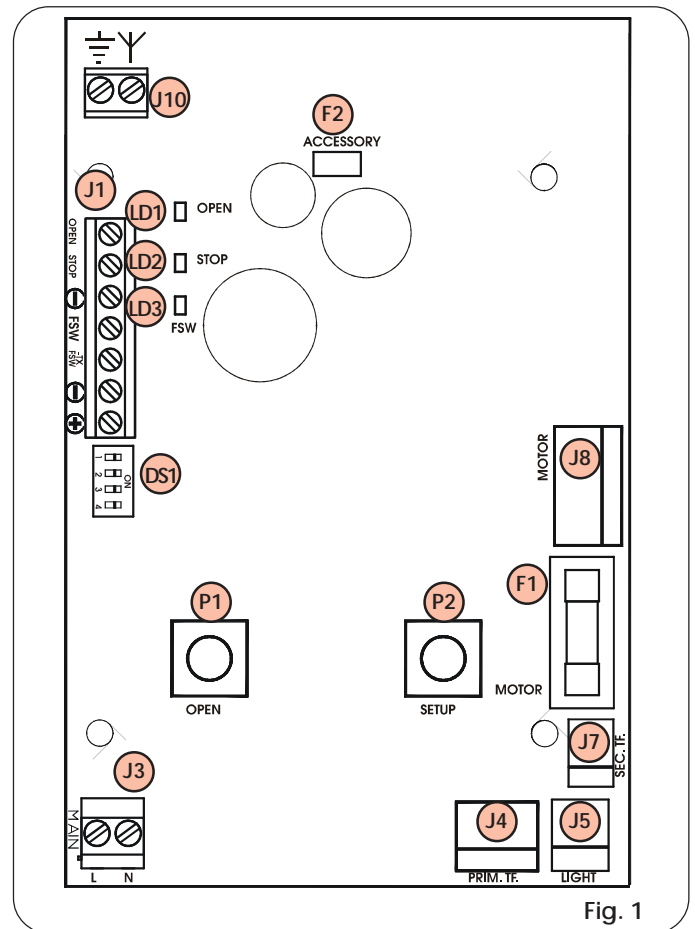

Fig. 1
L'apparecchiatura elettronica 531R (Fig. 1), installata sugli operatori 531R e 531K, è dotata di ricevente integrata (433 MHz) per comandare con telecomando l'apertura e la chiusura dell'automazione, e non necessita di riceventi radio esterne.
- 1) L'apprendimento dei telecomandi avviene spostando l'interruttore N° 3 del dip-switches di programmazione DS1 in posizione ON (Fig. 1).